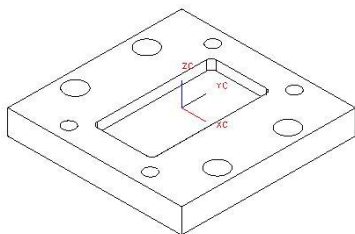

图5-87
11. 在设计区域中只显示 B 板，将其他组件全部隐藏，结果如图 5-87 所示。